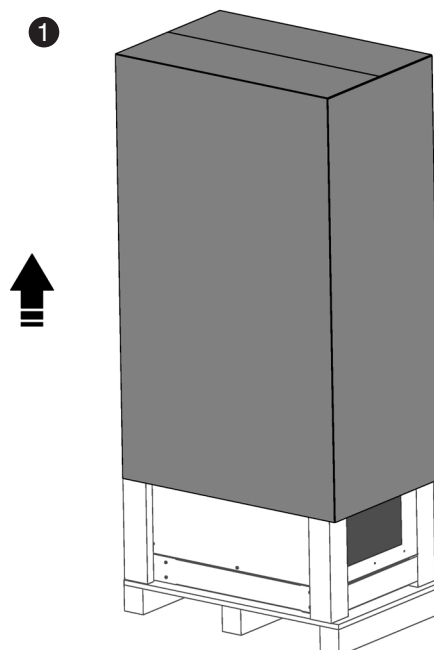
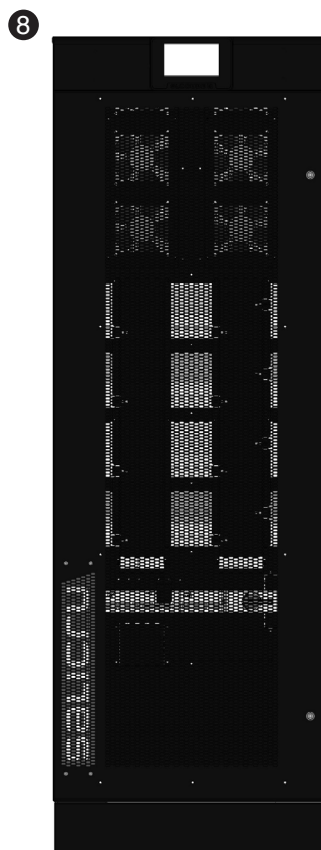

Fig. 28. Extracción del embalaje de cartón.
Fig. 35. Equipo desembalado a modo de ejemplo.
En las Fig. 28 a Fig. 35 se representan a modo de ejemplo las ilustraciones correspondientes al desembalaje del armario SAI de 50 kVA a 80 kVA.
- ❶ Para desembalar el equipo cortar los flejes de la envolvente de cartón y sacarlo por arriba como si fuera una tapa (Fig. 28) o bien desmontarlo con las herramientas necesarias si el envoltorio es de madera.
- ❽ Equipo desembalado en su ubicación definitiva (Fig. 35).